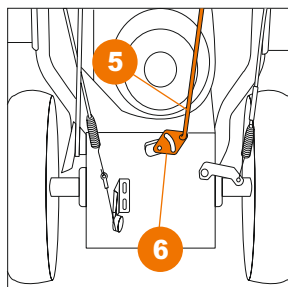

Рис. 7
- Подсоедините штангу рычага выбора передач (5) к кронштейну привода (6) расположенного в нижней части машины и зашплинтуйте ее (Рис. 7).